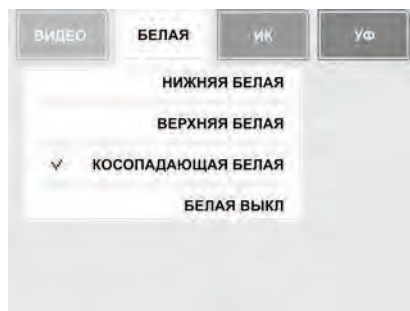

Рис. 13. Включение косопадающей белой подсветки
Поместите банкноту или документ на просмотрный стол ④ прибора. В меню режимов работы нажмите «БЕЛАЯ». В открывшемся подменю выберите пункт «Косопадающая белая» (см. Рис. 13).